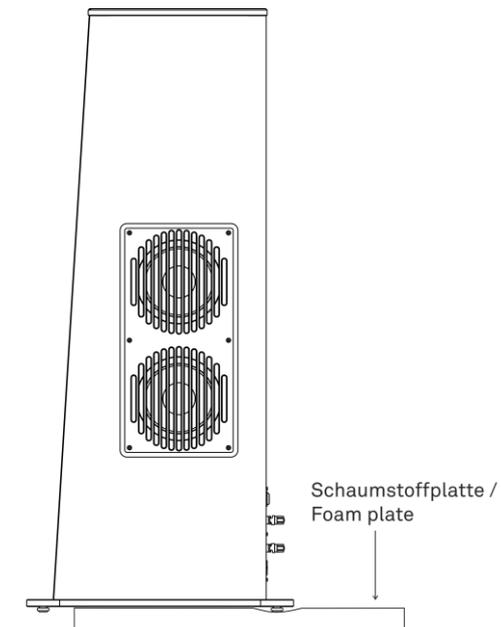

Abb. 4
- Stellen Sie die **CWT 1000-40** an die Seite und legen Sie die Schaumstoffplatte (56x70 cm) aus der Transportverpackung an die vorher ermittelte Stelle. Positionieren Sie die Platte so, dass die vorderen Füße überstehen (siehe Abb. 4).